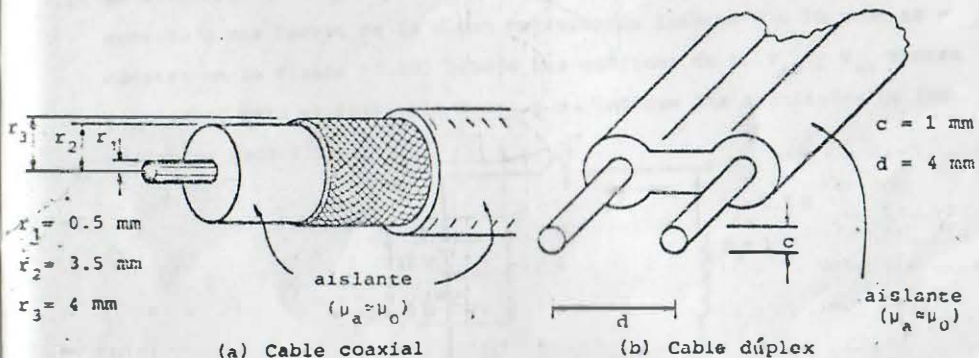

FIGURA P7.6
7.6 Calcule las inductancias propias por metro de longitud para los cables coaxial y dúplex de la figura P7.6.